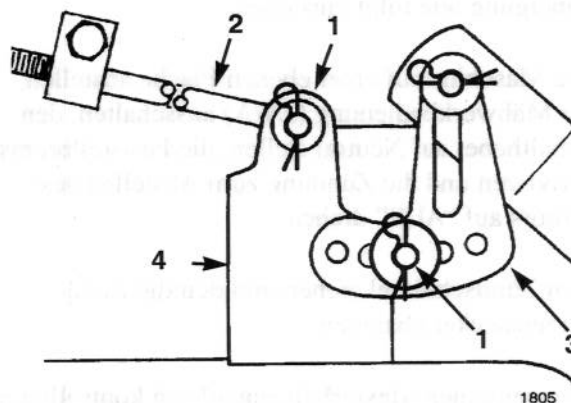

Bild 50
5. Splint und Unterlegscheibe vom Abgleichprofil entfernen (Bild 50). Zum Abgleich des/der Messerbalken, das Abgleichprofil in ein anderes Loch stellen und Unterlegscheibe und Splint wieder einsetzen (Bild 50). Ein vorderseitiges Loch senkt die Messerbalkenhöhe, ein hinterseitiges hebt diese an. Diesen Vorgang an der gegenüberliegenden Seite wiederholen.